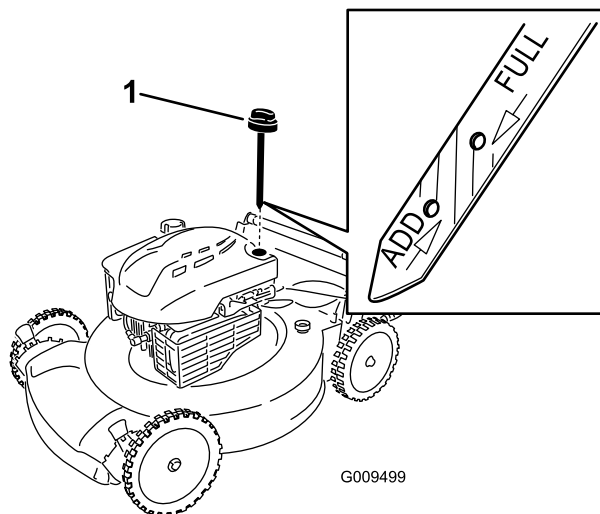

Figura 4
2. Retire la varilla girando el tapón en el sentido contrario a las agujas del reloj y tirando del mismo (Figura 4).
**Nota:** Si el nivel de aceite está por debajo de la marca **Añadir** de la varilla, vierta una pequeña cantidad de aceite **lentamente** en el tubo de llenado, espere 3 minutos, y repita los pasos 3 a 5 hasta que el nivel llegue a la marca **Lleno** de la varilla (Figura 4).